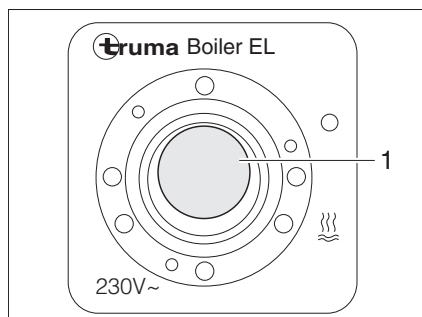

Fig. 123 Commutateur à bascule pour le chauffe-eau Truma (régime électrique 230 V)
- Mettre le commutateur à bascule (Fig. 123,1) en marche. Le voyant de contrôle placé sur le commutateur s'allume. L'eau contenue dans le chauffe-eau est réchauffée à 65 °C.
- Mettre le commutateur à bascule (Fig. 123,1) sur "O". Le voyant de contrôle placé sur le commutateur s'éteint.
- Placer l'interrupteur tournant (Fig. 122,3) de l'unité de commande (Fig. 122) sur "O" (Fig. 122,4) ou régler le commutateur à bascule (Fig. 123,1) sur "O".